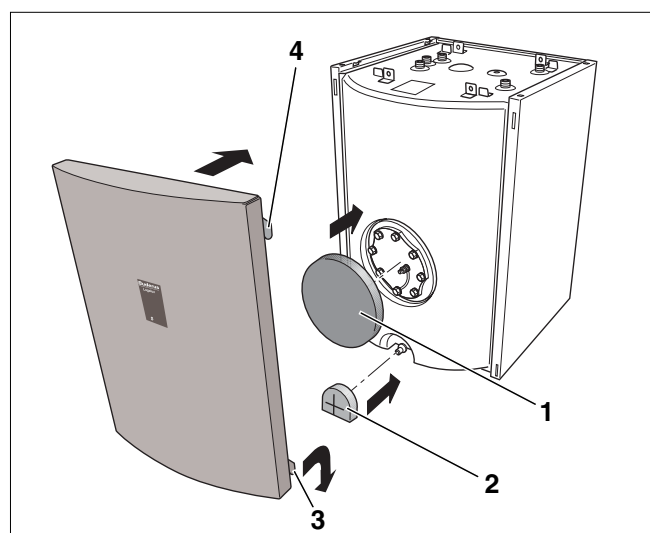

Fig. 18 Montage de l'isolation thermique et du panneau avant
- Insérer le disque d'isolation thermique (fig. 18, **pos. 1**) devant la trappe de visite.
- Insérer l'élément d'isolation thermique (fig. 18, **pos. 2**) sur le robinet de vidange.
- Accrocher la paroi avant en insérant les crochets inférieurs (fig. 18, **pos. 3**) dans les fentes des panneaux latéraux.
- Appuyer le panneau avant en haut contre le préparateur et suspendre les crochets supérieurs (fig. 18, **pos. 4**) dans les fentes des panneaux latéraux.